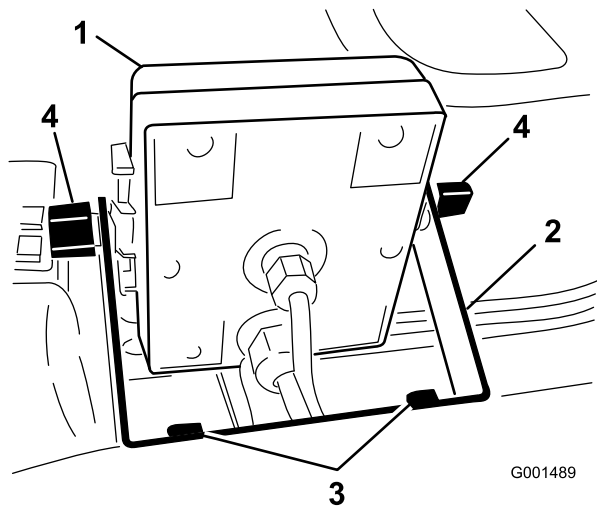
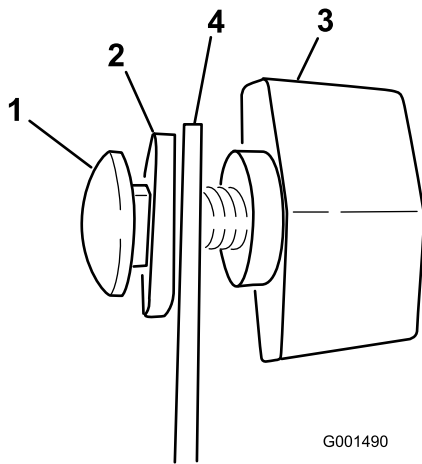

図 5
図 6
2. モニタのブラケットをダッシュボードに取り付ける; フランジヘッド・ボルト (1/4 x 3/4 in) 2本とフランジ・ナット (1/4 in) 2本を使用する (図 5)。
3. キャリッジボルト、ゴム・ワッシャ、ノブ各 2 個を、図 5 および図 6 のように仮止める。
6. ブラケットにスプレープロを取り付け(図 5)、ノブで固定する。